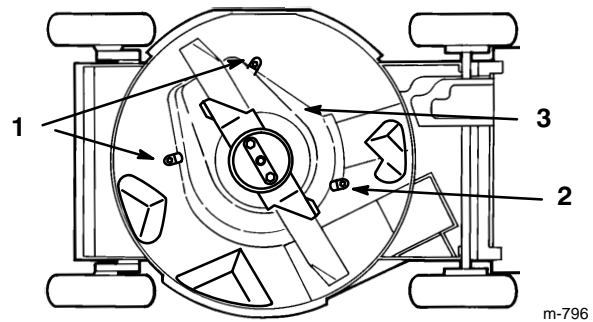

Abbildung 32
5. Die Zungen lösen, mit denen der Schild der Messerbremsenkupplung am Mähdeck befestigt ist, indem die Mutter bzw. Schrauben an den Zungen losgedreht werden (Abb. 32). Die Zungen um 180° zur Seite drehen.